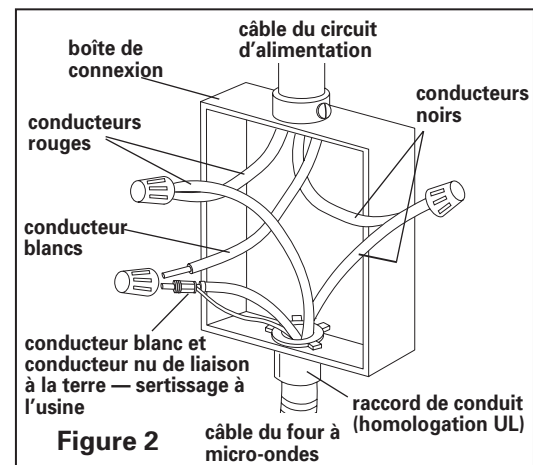

Figure 2
7. Connecter le conducteur nu et le conducteur blanc du câble de l'appareil (sertis à l'usine) au conducteur neutre (blanc) dans la boîte de connexion. Voir Figure 2.